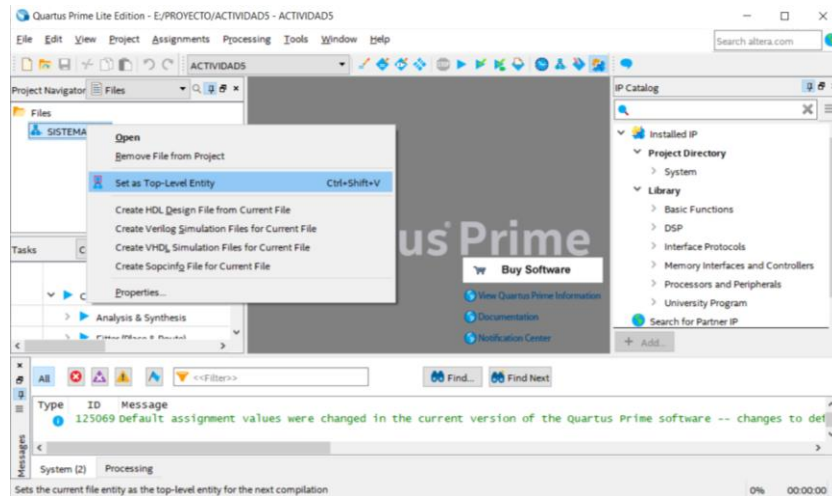

Ilustración 10: Compilación del proyecto
13. Proceda a compilar el archivo **SISTEMA.qsys** estableciéndolo previamente como más alta jerarquía (dando clic derecho en el mismo y seleccionando la opción **Set as Top-Level Entity**), como se muestra en la ilustración 10. Luego seleccione el ícono .